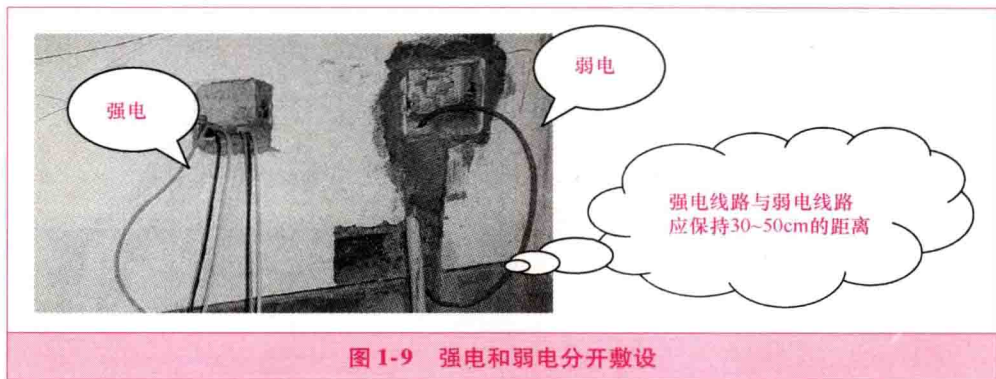

图1-9 强电和弱电分开敷设
2) **强电线路和弱电线路分开敷设，并保持30~50cm的平行距离**，如图1-9所示。如果条件不允许，两者的间距也不能少于15cm。